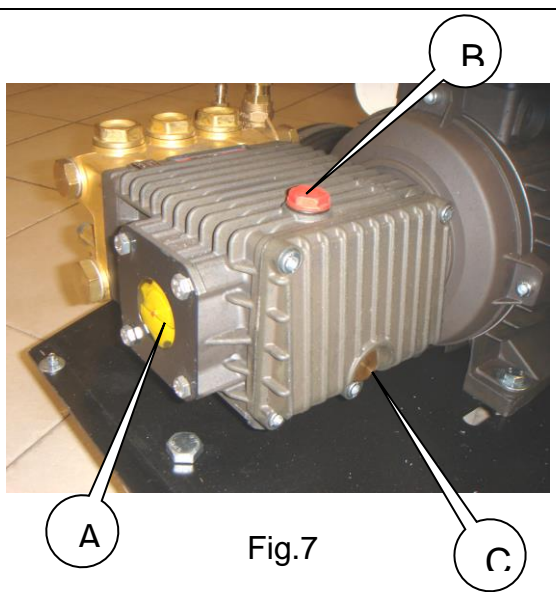

Fig.7
Controle periódicamente el nivel del aceite que tiene que ser siempre superior al nivel que se indica con una línea roja, véase Fig. 7 (A).
Para sustituir el aceite de la bomba hay que quitar la tapa (B) Fig. 7, desenroscar el tapón C y vaciarla, recogiendo el aceite agotado en una cubeta.